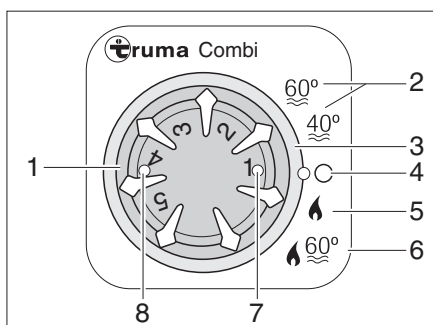

Bild 293 Kontrollenhet för värme/varmvattenberedare
- Respektive driftläge ställer man in med hjälp av vridströmställaren (Bild 293,3).
Värmesystemet väljer automatiskt rätt brännarsteg motsvarande inställd värmenivå. Vid driftstyp "värmesystem och varmvattenberedare" (Bild 293,6) värms även vattnet i varmvattenberedaren upp. Värmesystemet kan vara i drift med tom varmvattenberedare i driftstypen "värme utan varmvattenberedare" (Bild 293,5).
- Ställ temperaturvredet (Bild 293,1) på kontrollenheten till önskad värmenivå.
- Ställ vridomställaren (Bild 293,3) till vinterdrift "värme utan varmvattenberedare" (Bild 293,5) eller vinterdrift "Värme och varmvattenberedare" (Bild 293,6).
Den gröna kontrollampan (Bild 293,7) lyser.
- Ställ vridströmställaren (Bild 293,3) i läge "O" (Bild 293,4).